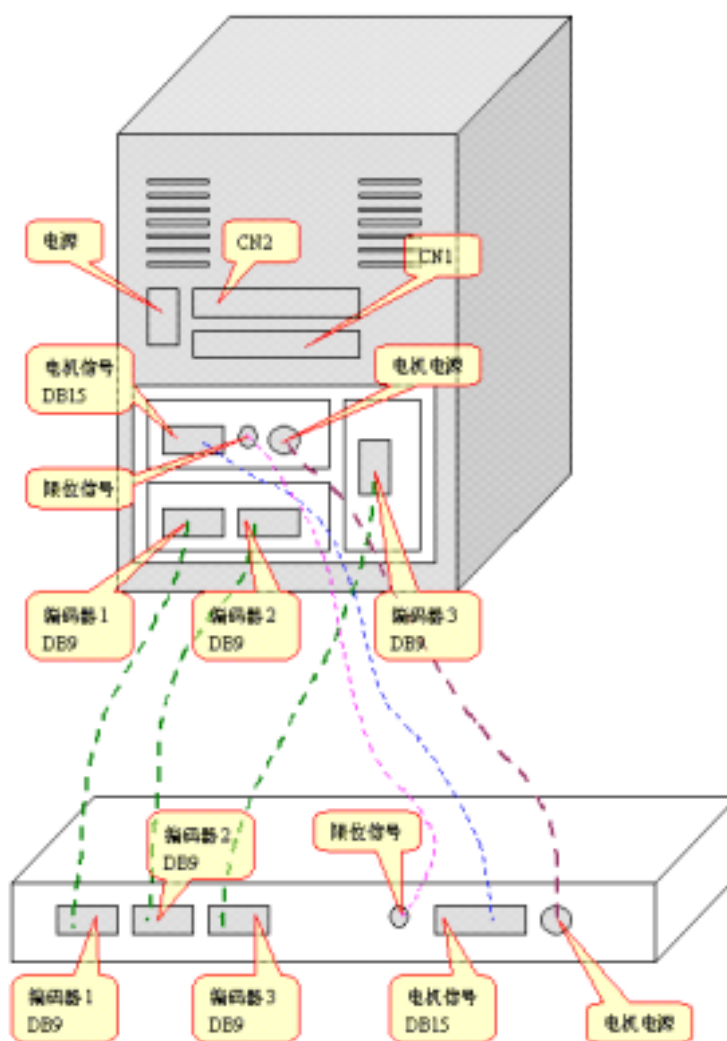

图 3-1 三级摆电控箱与倒立摆本体连线示意
- 图 3-1 为三级摆电控箱与倒立摆机械本体的连线示意图；如果从三级摆改装为二级摆，硬件上只须去掉“编码器 3”连线即可；同理若要改为一级摆，则去掉“编码器 3”和“编码器 2”连线。